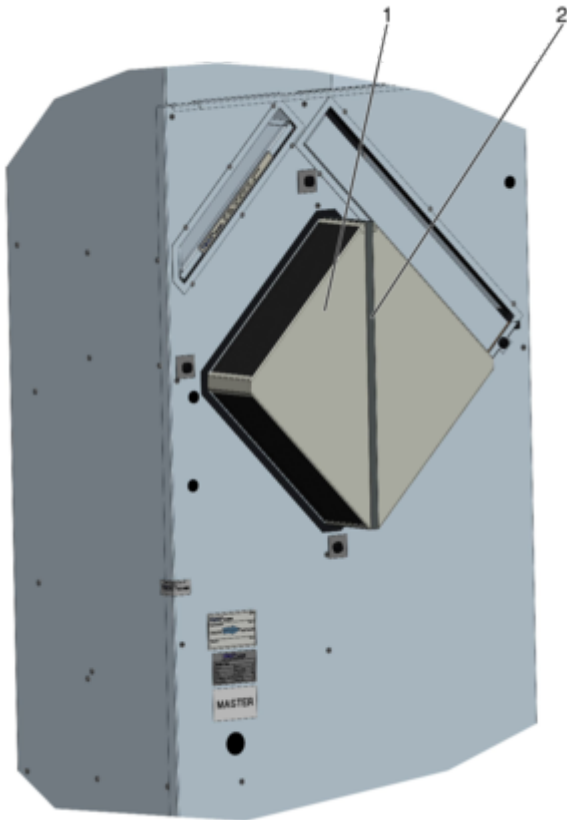

Abb. 41: Wärmerückgewinner demontieren
3. ▶ Wärmerückgewinner (Abb. 41 /1) an der Lasche (Abb. 41 /2) herausziehen.
Wärmerückgewinner (Abb. 41 /1) mit warmem Wasser (max. 40 °C) ausspülen (z.B. mit einem handelsüblichen Duschkopf).